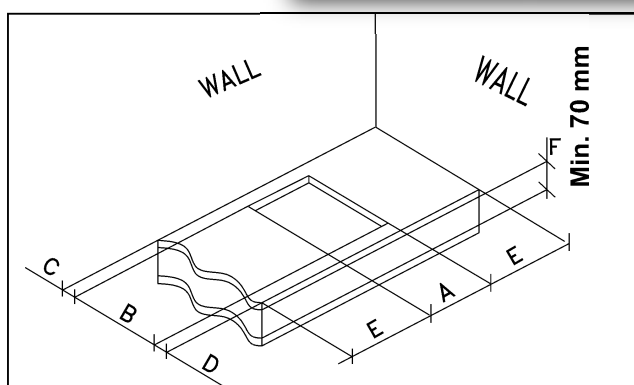

FIG. 7
On doit pratiquer, sur le plan du meuble à éléments, une ouverture pour l'encastrement ayant les dimensions exprimées en millimètres indiquées dans les fig. 7, en veillant à respecter les distances critiques entre la table, les parois latérales, postérieure et supérieure (voir fig. 7 et 8).
- Il est nécessaire d'éviter le contact accidentel avec le fond de surchauffe de la fraise-mère, pendant le fonctionnement, de mettre une insertion en bois, fixée par des vis, à une distance minimum de 70 millimètres du dessus (voir la fig. 7).